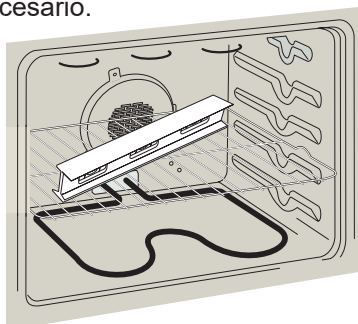

Figura 21
1. Instale una rejilla al centro del horno superior (vea la Figura 21).